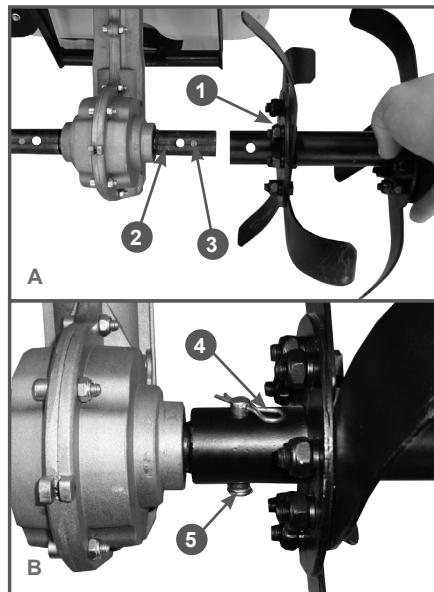

Рис. 3 Установка фрез
3. Установите фрезы 1 на втулку 2 выходного вала редуктора (Рис. 3А).